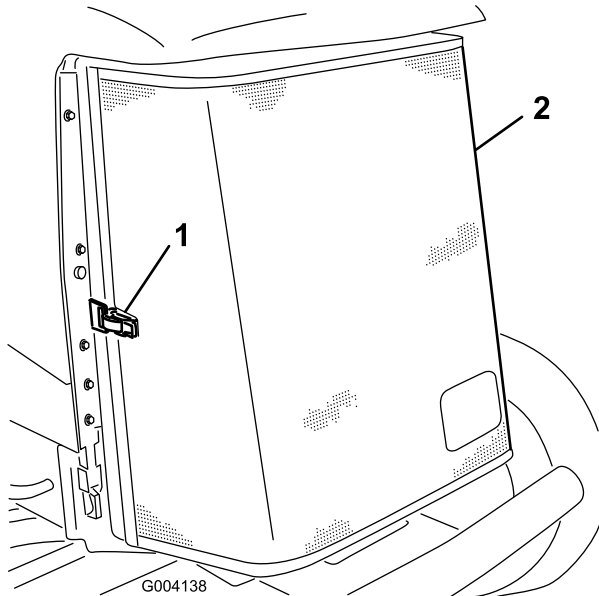

Figure 60
3. Déverrouillez l'attache et ouvrez la grille arrière (Figure 60).